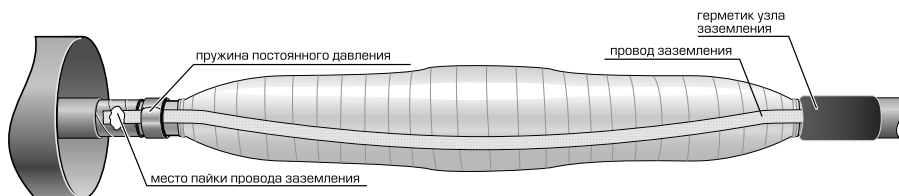

Рис. 1. Комбинированная система заземления
- 12.2 Закрепить провод заземления на металлических оболочках обоих концов кабеля с помощью пружин ППД (для муфт ЗСТп-10 рис.1) или произвести пайку провода заземления к оболочке (для муфт ЗСТп-10 (пайка) рис. 2);